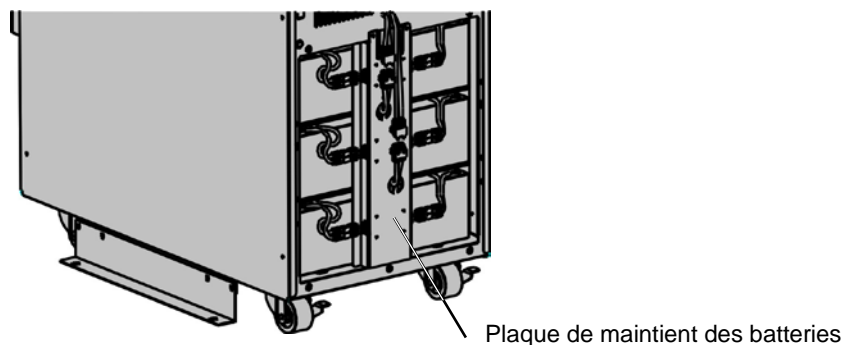

Fig. 8-2 Remplacement facile des batteries. Etape 2.
- 2) Déconnecter le connecteur CC du pack de batteries et retirer les plaques de maintien des batteries. Voir Fig. 8-2.